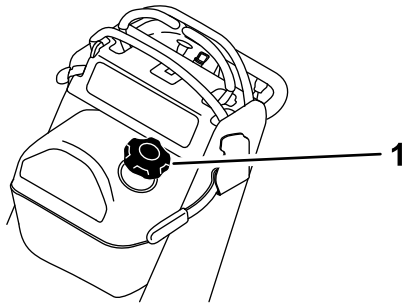

Figura 39
3. Limpie alrededor del tapón del depósito de combustible para evitar que entre suciedad en el depósito (Figura 39).
6. Usando la bomba tipo sifón, vacíe el combustible en un recipiente de combustible limpio (Figura 39).